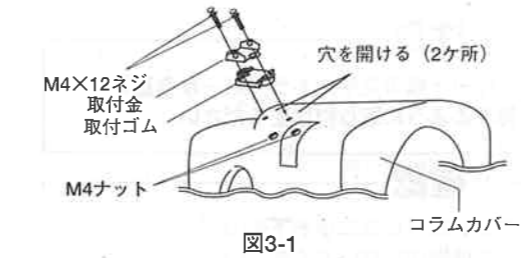

図3-1
- 2.コラムカバーをはずします。はずしたコラムカバーに付属の型紙をあてて、ネジ下穴φ4.5mmの穴をあけてください。(図3-1)
- 3.取付金に取付ゴムをセットした状態でこの穴にM4×12ネジ(2本)とナット(2コ)を使って固定してください。(図3-1)